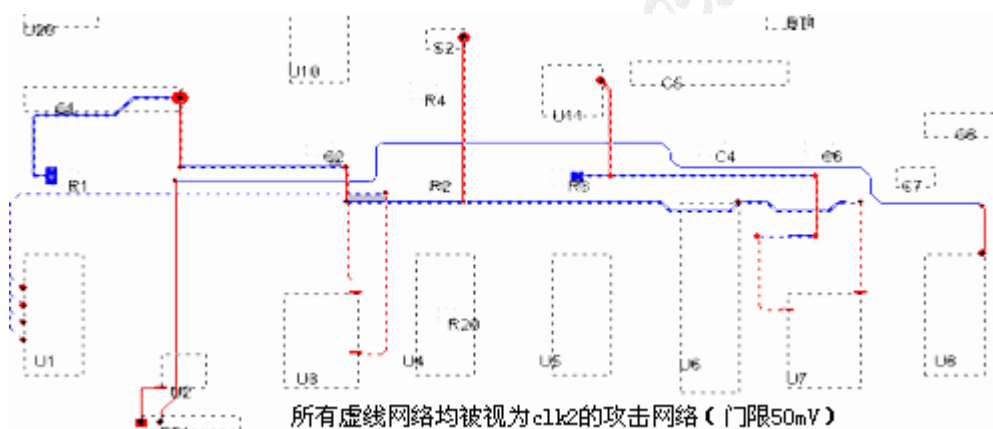

图 3 图 1 门限为 50mV 时, clk2 网络受干扰 (所有虚线网络) 的板观察器图 (局部)
6.3.2.2 门限为 50mV 时板观察器的干扰显示 (图 3)